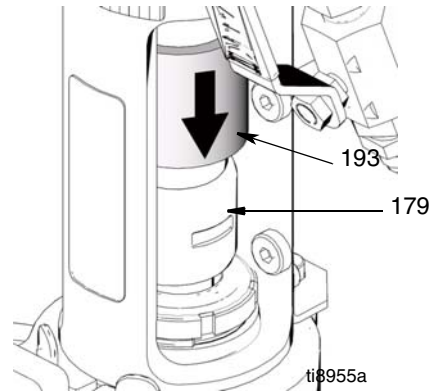

FIG. 25
6. (Fig. 25) Deslice la cubierta del acoplamiento (193) hacia abajo, para cubrir los acoplamientos (179).